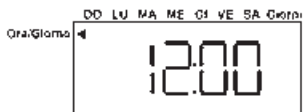

fig.10
- Con i tasti **↓↑** scorrere l'orologio per visualizzare l'ora corrente (fig. 10)